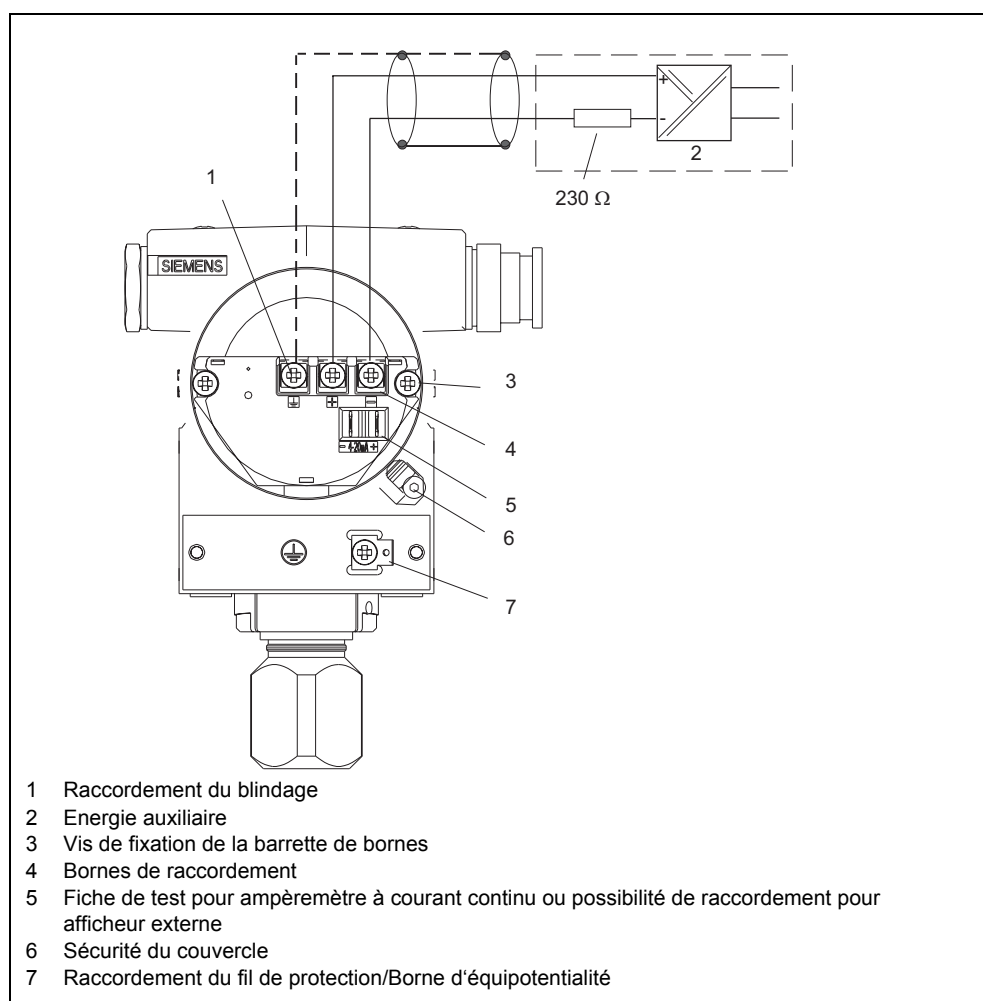

Figure 22 Raccordement électrique, schéma
3. Raccorder les conducteurs aux bornes "+" et "-" (Figure 22, p. 45) en observant la polarité!
Une charge minimale de 230 W est nécessaire dans le circuit du signal pour une communication correcte (Figure 22, p. 45). En cas d'utilisation de séparateurs d'alimentation pour transmetteur Smart, p. ex. Siemens 7NG4021, une charge est déjà incorporée à l'appareil (Figure 6, p. 18).